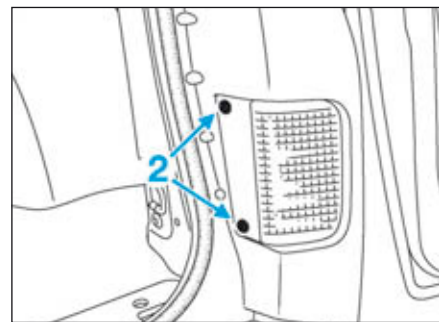

FIG.140
- les vis (2) du feu arrière (Fig.140),
- les vis (2) du feu arrière (Fig.140).